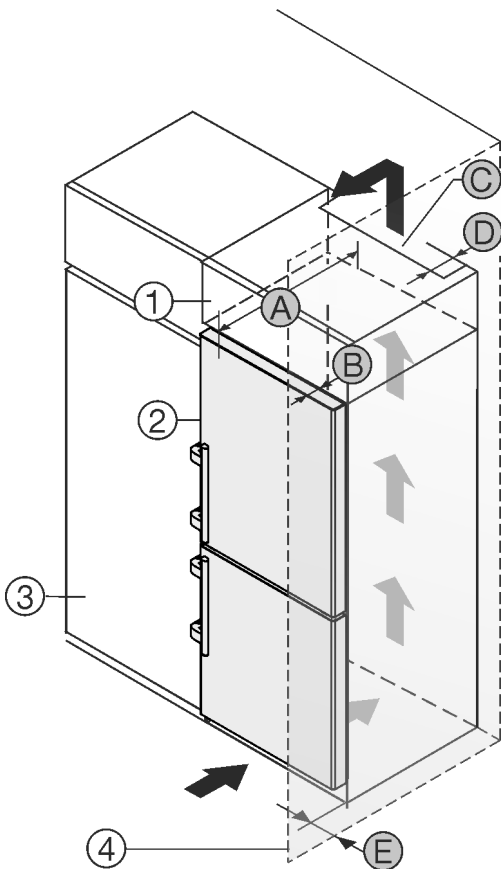

Fig. 50
Das Gerät kann mit Küchenschränken umbaut werden. Um das Gerät Fig. 50 (2) der Küchenzeilenhöhe anzugleichen, kann über dem Gerät ein Aufsatzschrank Fig. 50 (1) angebracht werden.
Das Gerät kann direkt neben dem Küchenschrank Fig. 50 (3) aufgestellt werden. Um die Türe vollständig öffnen zu können, muss das Gerät um die Tiefe Fig. 50 (B) gegenüber der Küchenschrankfront vorstehen. Abhängig von der Tiefe der Küchenschranke und Verwendung von Wandabstandhaltern kann das Gerät weiter herausragen.
- An der Rückseite des Aufsatzschrankes muss ein Abluftschacht mit der Tiefe Fig. 50 (D) über die gesamte Aufsatzschrankbreite vorhanden sein.
- Unter der Raumdecke muss der Entlüftungsquerschnitt Fig. 50 (C) eingehalten werden.
Wenn das Gerät mit den Scharnieren neben einer Wand Fig. 50 (4) aufgestellt wird, muss der Abstand Fig. 50 (E) zwischen Gerät und Wand eingehalten werden. Dies entspricht dem Griffüberstand bei geöffneter Tür.